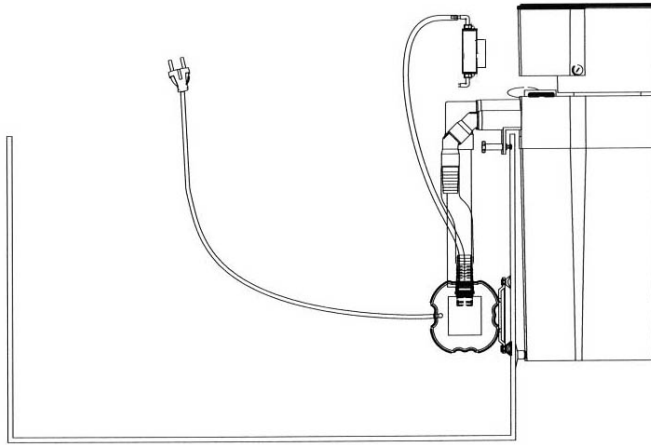

Fig. 3: Turboflotor Blue 3000 en funcionamiento "Colgado"
1. Como un skimmer externo, directamente montada en el acuario: "Colgado", (fig. 3).
Instalación como un skimmer externo sobre el acuario - Colgado (fig. 3):
Ahora se puede alinear el skimmer junto al acuario. Los dos tornillos de la parte inferior del skimmer deberán ser ajustados de forma que el skimmer esté fuertemente sujeto al acuario. Es ventajoso que el skimmer no esté al 100% horizontal, sino que esté ligeramente inclinado (2°) con respecto al acuario (fig. 3). El skimmer no solo estará mejor sujeto al acuario, sino también el retorno del agua a través de las cajas de salida sobre el acuario es mejor y más seguro. En el ajuste de los tornillos de la parte inferior del skimmer pueden emplearse además ventosas de silicona, esto incrementa la seguridad. El skimmer ya está preparado para ponerlo en marcha.